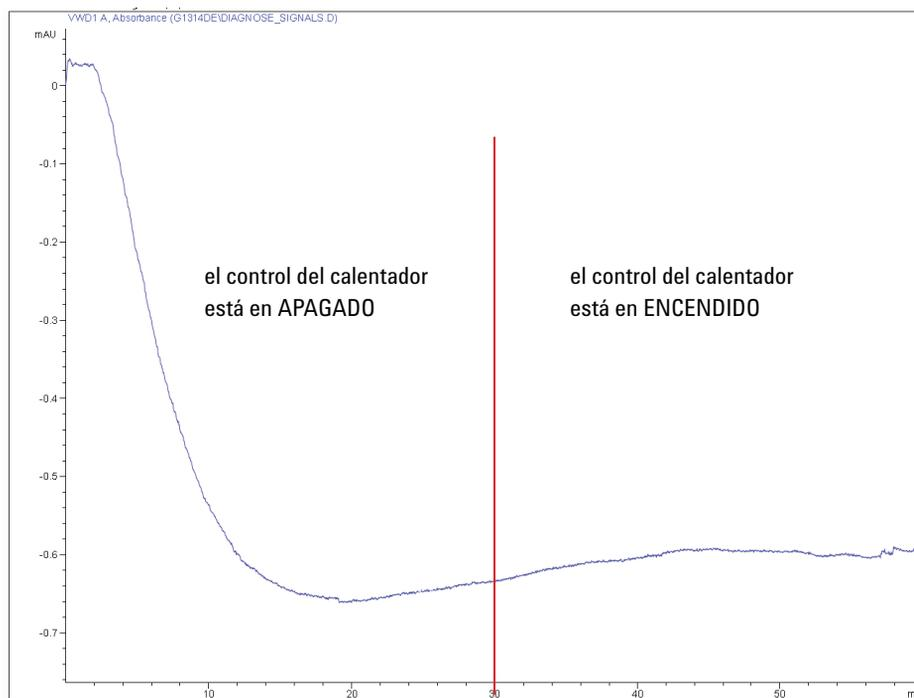

Figura 38 Estabilización de la línea de base tras encender el detector
- 6 Deje que el detector se caliente durante al menos 60 minutos para conseguir una línea de base estable (ejemplo: Figura 38 en la página 94).